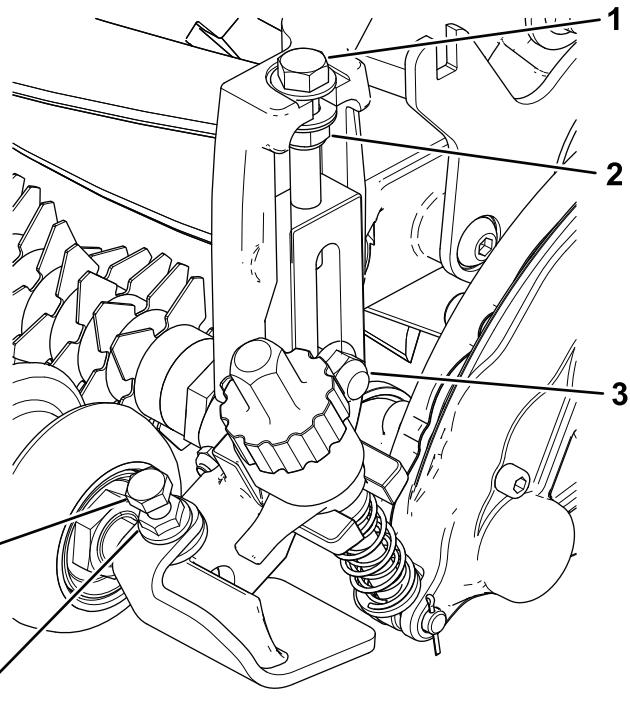

图13
4. 拧紧将剪草高度支架组件固定到侧板上的托架螺栓和锁紧螺母（图13）。
5. 拧紧剪草高度调节螺栓上的锁紧螺母, 然后将锁紧螺母往回松开 1/2 圈 (图13)。
6. 将前滚筒放在剪草高度支架组件的中心, 用平头螺丝和凸缘螺母将其固定到位 (图13)。